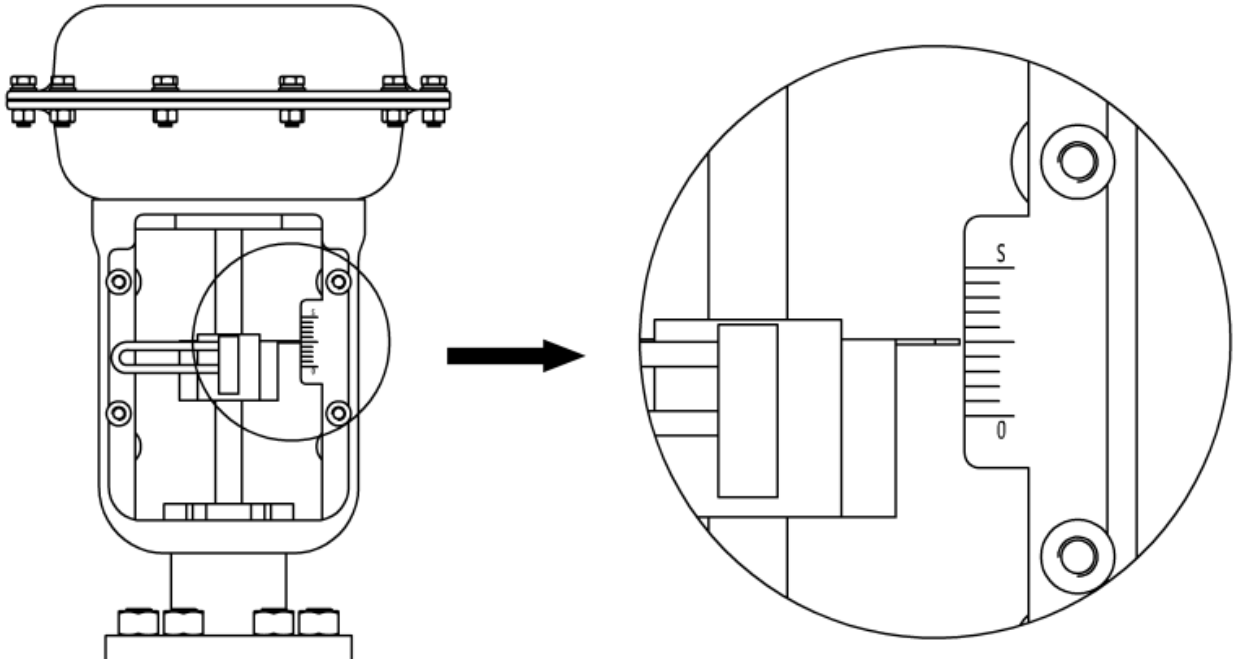

图19. 阀门行程中点
- 给阀门气缸通气，依据阀门上的行程标尺将阀位调到行程中点，如图 19 所示。